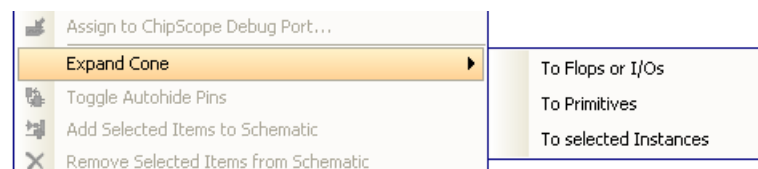

図 4-51：ロジック コーンの展開
- ポップアップメニューから [Expand Cone] をクリックし、選択したピンまたはインスタンス、あるいは選択した 2 つのインスタンス間のロジックのコーンを表示します。ロジックは、階層の境界を越えて展開されることがあります。[Expand Cone] コマンドには、次のサブコマンドがあります (図 4-51 を参照)。